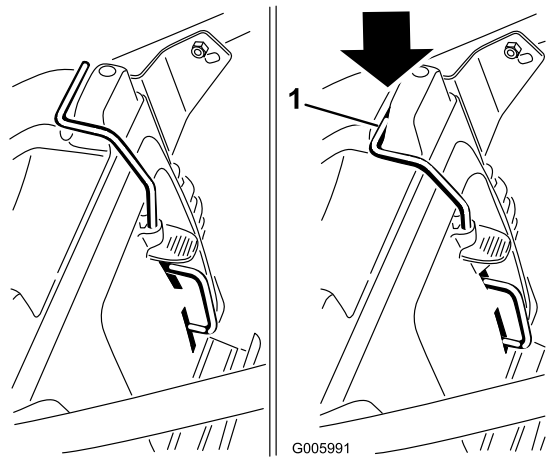
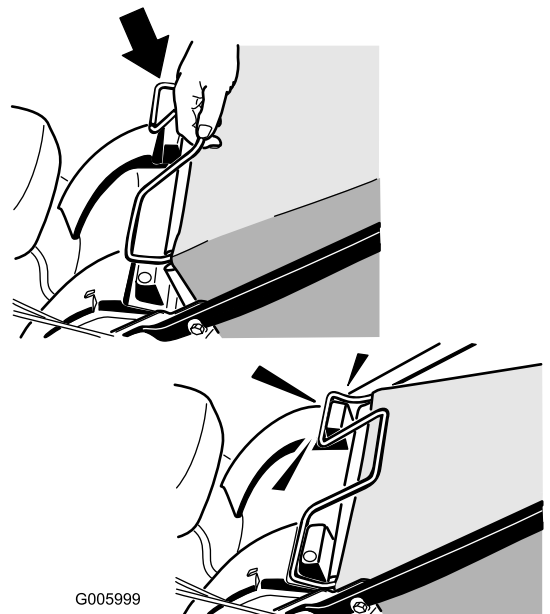

Figure 21
Figure 22
1. Montez l'obturateur de mulching (Figure 21) ou le bac à herbe (Figure 22) sur la tondeuse.